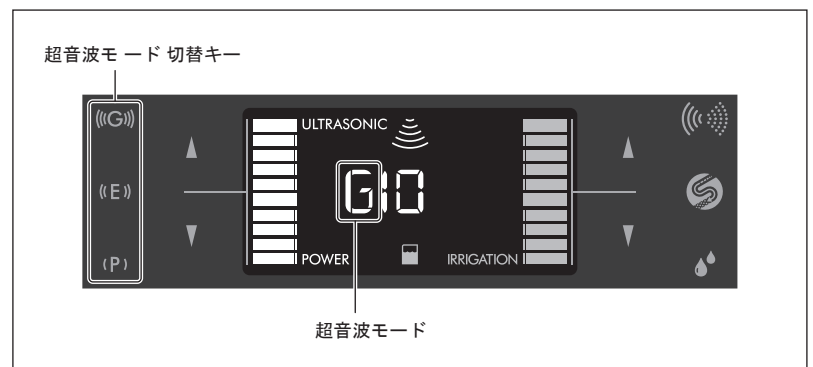

図19
- 1) 超音波モード切替キーを押して、使用するモードを選択してください。選択されたモードが画面上にP/E/Gで表示されます（図19）。